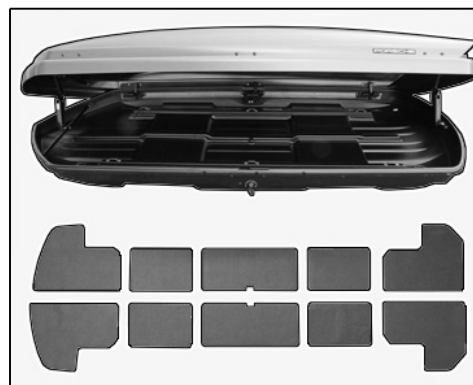

Fig. 8
- 6.6.3 Positionner les tapis dans la malle de toit 320 comme sur la figure 8.